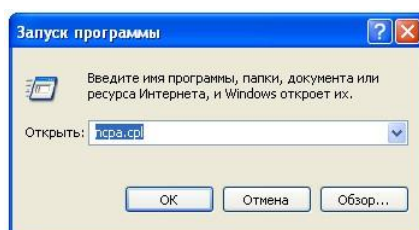

Рисунок 4.2 – Диалог «Запуск программы»
- 2) в появившемся диалоге «Запуск программы» набрать «ncpa.cpl» (рисунок 4.2), нажать «ОК»;